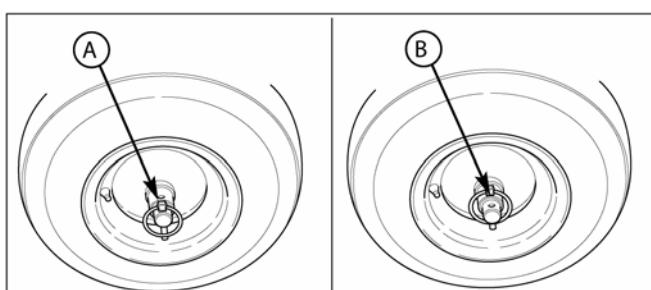

Рис. 11. Блокировка дифференциала
Для облегчения поворота, когда Вы толкаете машину без запуска двигателя, можно отключить правое колесо при помощи шплинта блокиратора дифференциала (рис. 11).
- Чтобы отключить блокировку дифференциала, вставьте шплинт блокиратора (А, рис. 11) во внешнее отверстие правой оси. После этого машину можно откатить с минимальными усилиями в другое место.